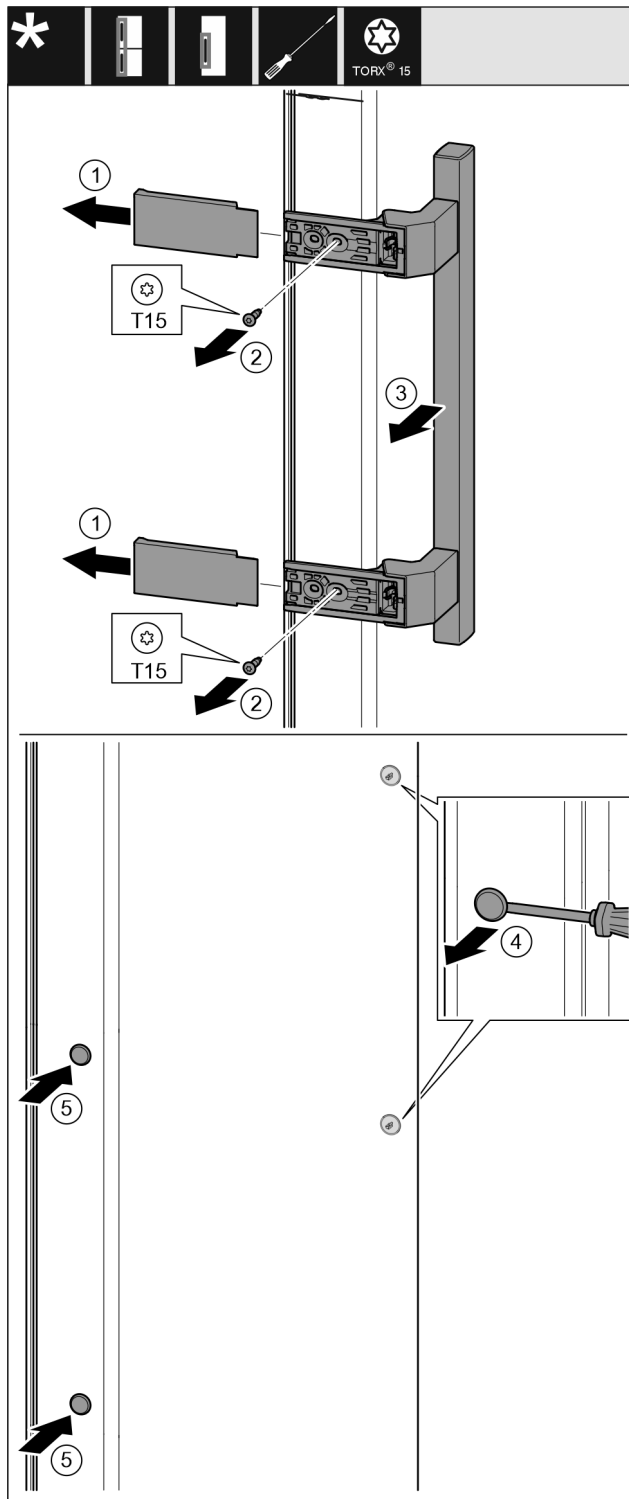

Fig. 19
- ▶ Hiqni kapakun mbulues. Fig. 19 (1)
- ▶ Nxirrni jashtë vidat me një kaçavidë T15. Fig. 19 (2)
- ▶ Hiqni dorezën. Fig. 19 (3)
- ▶ Ngrini lart me kujdes tapat anësore me një kaçavidë me kokë petë dhe nxirrini jashtë. Fig. 19 (4)
- ▶ Vendosni sërish tapat në anën tjetër. Fig. 19 (5)